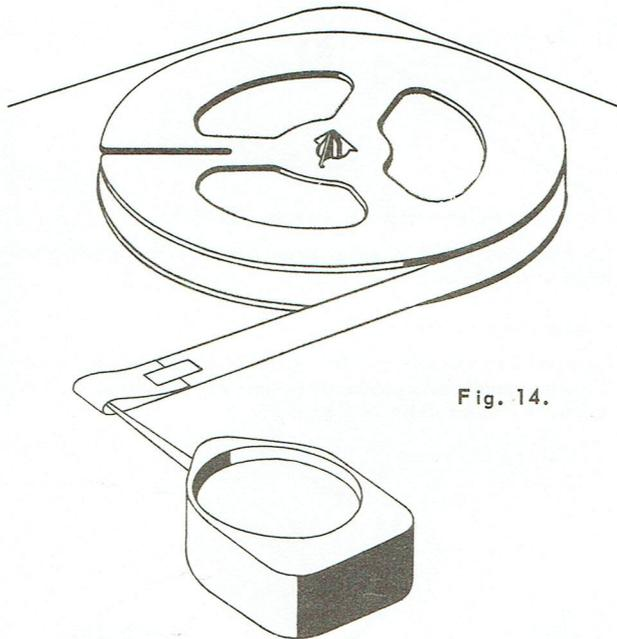

Fig. 14.
**Friction des plateaux à bobine lors du bobinage, voir la fig. 14.**